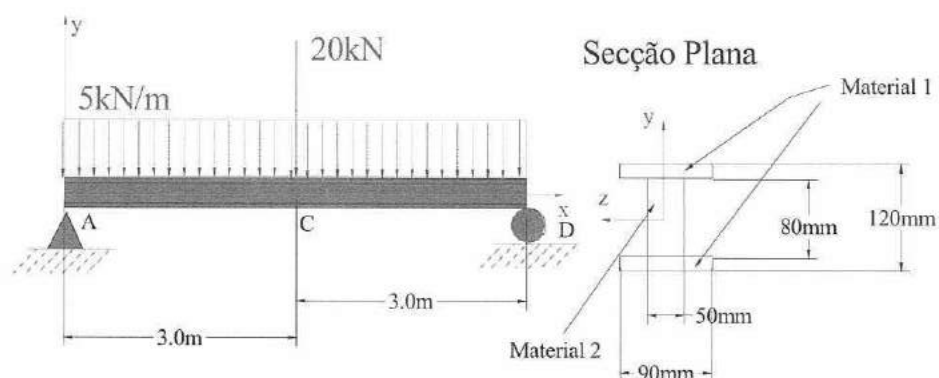

Figura 2 : Viga Simplesmente Apoiada
2. Considere a **Viga Plana Isostática** representada na figura 2, cuja secção recta também se representa e despreze o peso da viga para efeitos dos cálculos subsequentes.
(2.5) **d)** Determine o Deslocamento Transversal no ponto C da viga da figura 2, recorrendo ao método de integração directa e ao método das diferenças finitas (considere 3 pontos na viga, excluindo os extremos), compare os resultados.